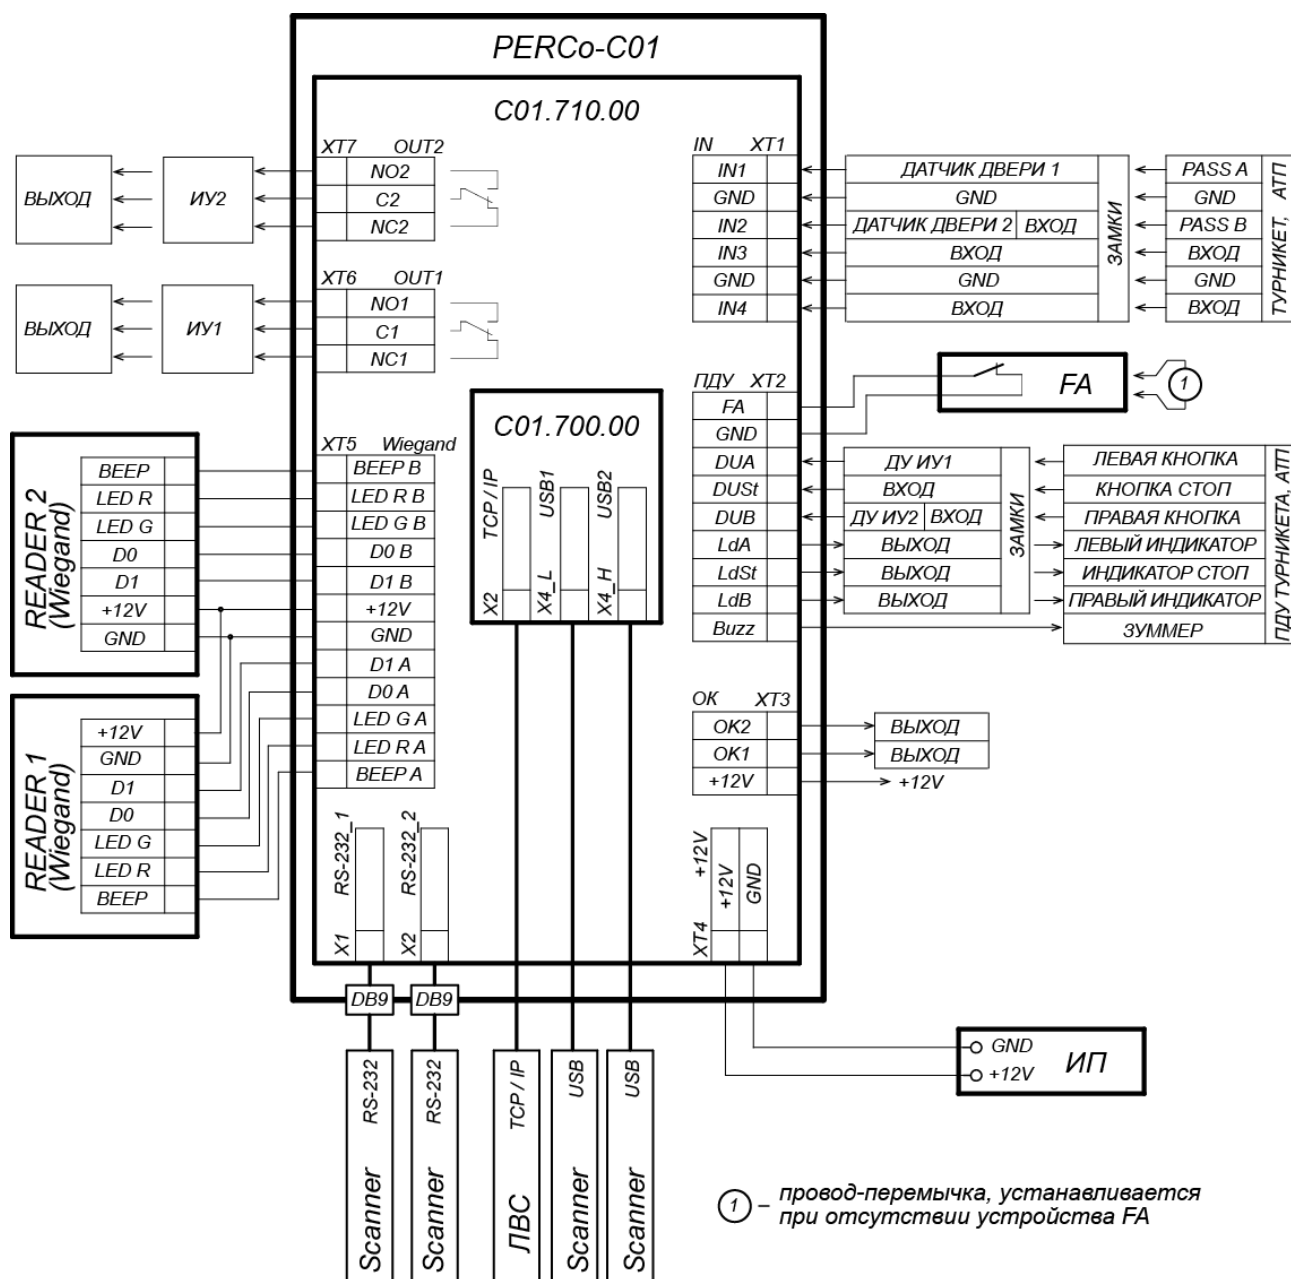

Рисунок 4. Общая схема подключений
Контроллер имеет два выхода типа «открытый коллектор»: ОК1 и ОК2 (см. рис. 4). Подключение к выходам осуществляется через клеммную колодку **ХТ3** нижней платы контроллера.
Выходы могут использоваться (см. рис. 4):
7. Установите ИП, подключите кабель от ИП к клеммной колодке **X74** нижней платы контроллера согласно схеме, представленной на рис. 4.
Считыватели подключаются к соответствующим контактам разъема **XT5** в соответствии с общей схемой подключения (рис. 4). В ресурсах контроллера для параметра «Интерфейс связи» данного считывателя необходимо выбрать значение *Wiegand* (см. рис. 6).
Сканеры подключаются к соответствующим разъемам типа DB9 (RS-232) на корпусе контроллера (см. рис. 5). Левый разъем DB9 подключается к разъему **X1** на нижней плате контроллера, правый – к разъему **X2** (см. рис. 4):
2. Подключение замка производится к клеммным колодкам **XT6**, **XT7** нижней платы контроллера в соответствии со схемами подключения (см. рис. 4).